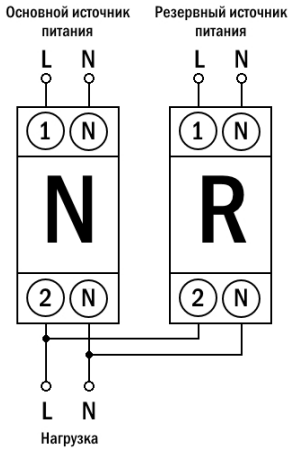

Рис. 3
- 1.4. Подключите прибор к нагрузке и источникам питания согласно схемам подключения (рис. 3, 4, 5).